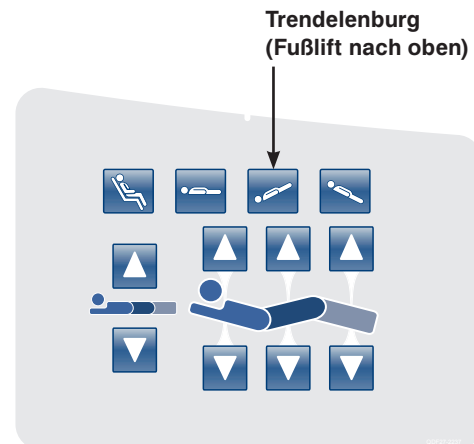

Abbildung 14: Bedienkonsole am Seitengitter des Kopfendes - (Rechte Seite abgebildet)
12. Das Bett in +12 Grad Trendelenburg bringen; dazu die in Abbildung 14 dargestellte Taste **Trendelenburg (Fußlift nach oben)** drücken. Mit dem in Schritt 9 zuvor am Liegeflächenrahmen platzierten Neigungsmesser die Neigung auf +12 Grad +/- 0,1 prüfen.